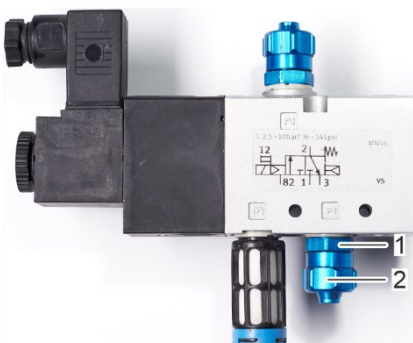

Abbildung 66: Überwurfmutter am Anschluss 1 lockern
11. Lösen Sie die Überwurfmutter (Abbildung 66/2) von der Einschraubschraube (Abbildung 66/2) am Anschluss 2 des 3/2-Wege-Magnetventils.